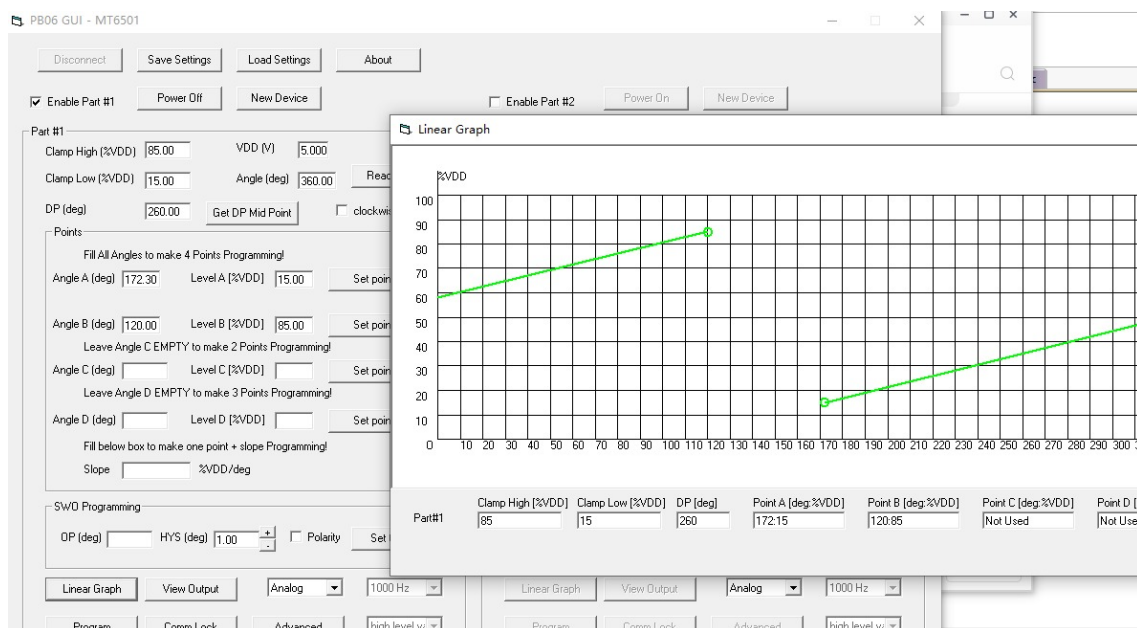

图7.3.1 DP 点参数设置异常
- 以下图示所列报错信息是由于用户 DP 点数据设置问题导致的异常，当 DP 点数据异常时“linear graph”功能中显示的曲线图可能会是下图 7.3.1 所示，此时调整 DP 点数据即可。DP 点即芯片角度转动 360° 后回 0 的点，该点可以手动设置，正常需要设置在用户磁铁实际无法到达的角度位置。